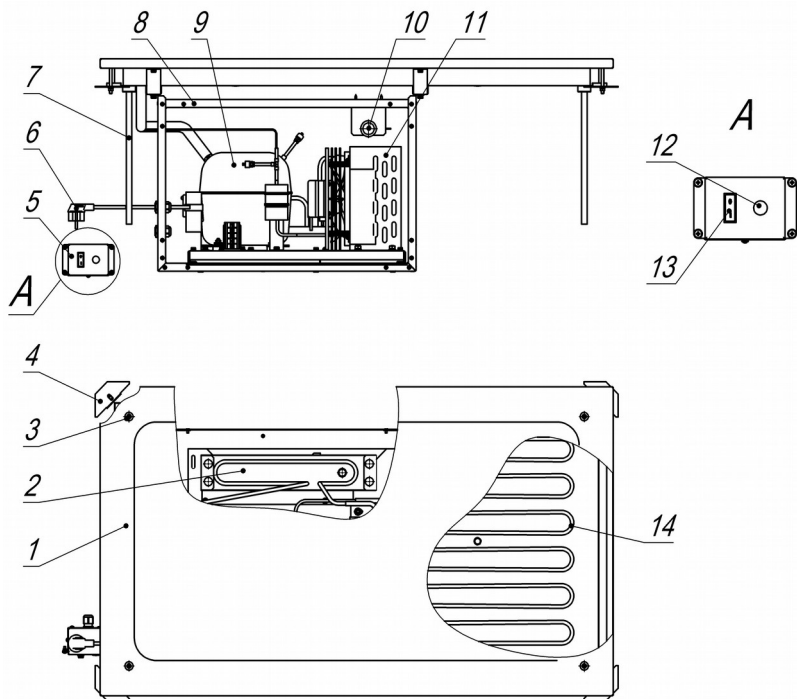

Рисунок 1
1.3.2.1 Изделие, см. рисунок 1, представляет собой поверхность 1 с прикрепленным к ней испарителем 14, который ее охлаждает. В зависимости от условий эксплуатации изделия (температура, относительная влажность и т.д.), возможна корректировка режима охлаждения с помощью терморегулятора 10, расположенного в верхней части агрегатного отсека 8. Понижение температуры обеспечивается поворотом ручки терморегулятора 10 по часовой стрелке. В нижней части агрегатного отсека 8 установлены компрессор 9 и конденсатор 11 холодильной установки. Включение изделия осуществляется при помощи пульта управления 5, с установленным на нем выключателем 13, лампа 12 сигнализирует о том, что изделие находится под напряжением. Сетевым кабелем 6 изделие подключается к электросети. Планки 4 предназначены для фиксации изделия к столешнице. Для слива конденсата с охлаждаемой поверхности 1 предусмотрены сливные штуцеры 3, расположенные по углам. Конденсат по трубкам 7 поступает в лоток 2, расположенный в агрегатном отсеке 8, в котором происходит испарение накопившегося конденсата.